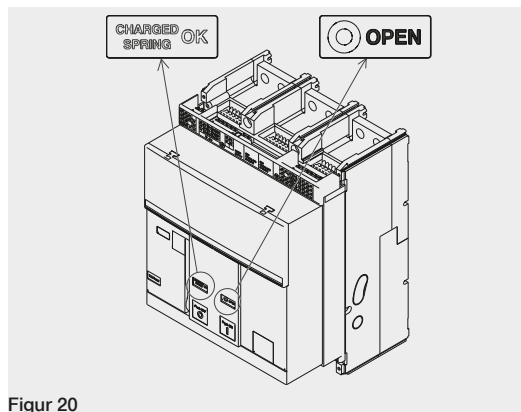

Figur 18
1. Kontrollera att effektbrytaren är öppen indikator för öppen/stängd "O – OPEN", och att fjädrarna inte är spända (fjädersignaleringsenhet "vit – DISCHARGED SPRING") som angivet i Figur 18.